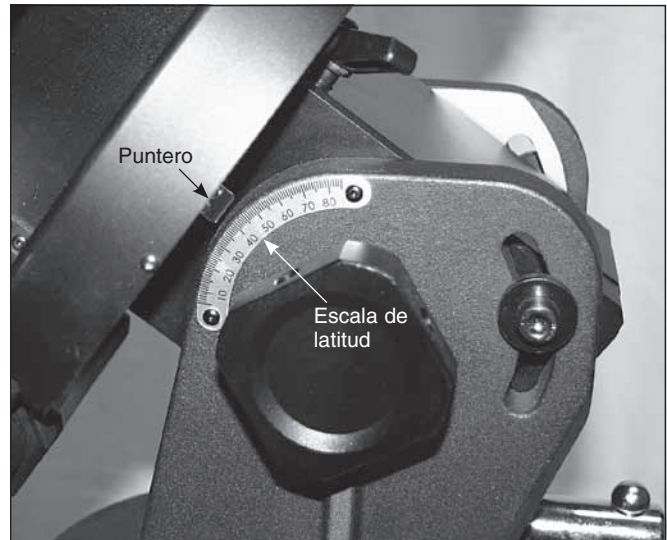

Figura 14. Consulte la escala de latitud para fijar la montura a la latitud del lugar de observación o donde captará las imágenes.
2. Utilice el mango de gato de tornillo para ajustar el ángulo de la montura a su latitud, consultando la escala de latitud y el puntero que hay en el lado izquierdo de la montura (**figura 14**). (Si no conoce su latitud, consulte un atlas geográfico para averiguarla o consúltela en Internet). Por ejemplo, si su latitud es 36° al norte, ajuste el puntero a 36.
- Instale el asa en el gato de tornillo de altura y utilícela para ajustar la escala de latitud a su latitud local (**figura 14**).